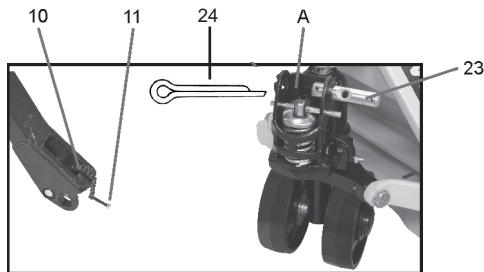

Fig. 3 – Eixo do cabo
- Retire o contrapino/cupilha "24" e remova totalmente o eixo "23". Encaixe o cabo na posição "A". Recoloque o eixo "23" passando pelo cabo e trave o conjunto recolocando o contrapino/cupilha "24", ver fig. 3.